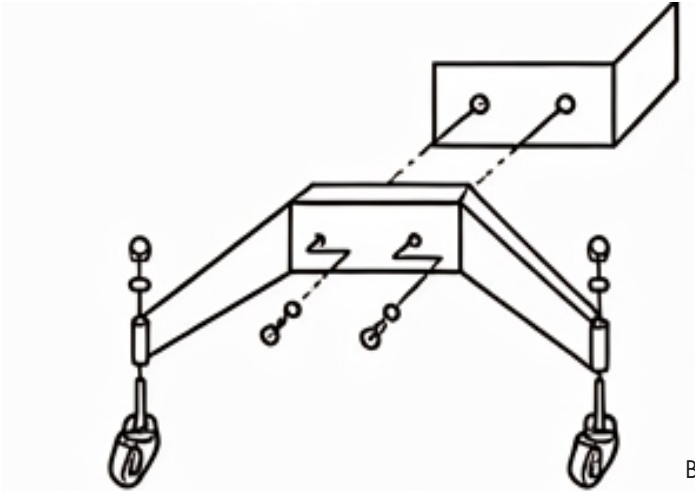

Bild 2
1. Fäst de fyra hjulkomponenterna på de två vagnarna med hjälp av de medföljande blindmutterbultarna och brickorna (se bild 2).